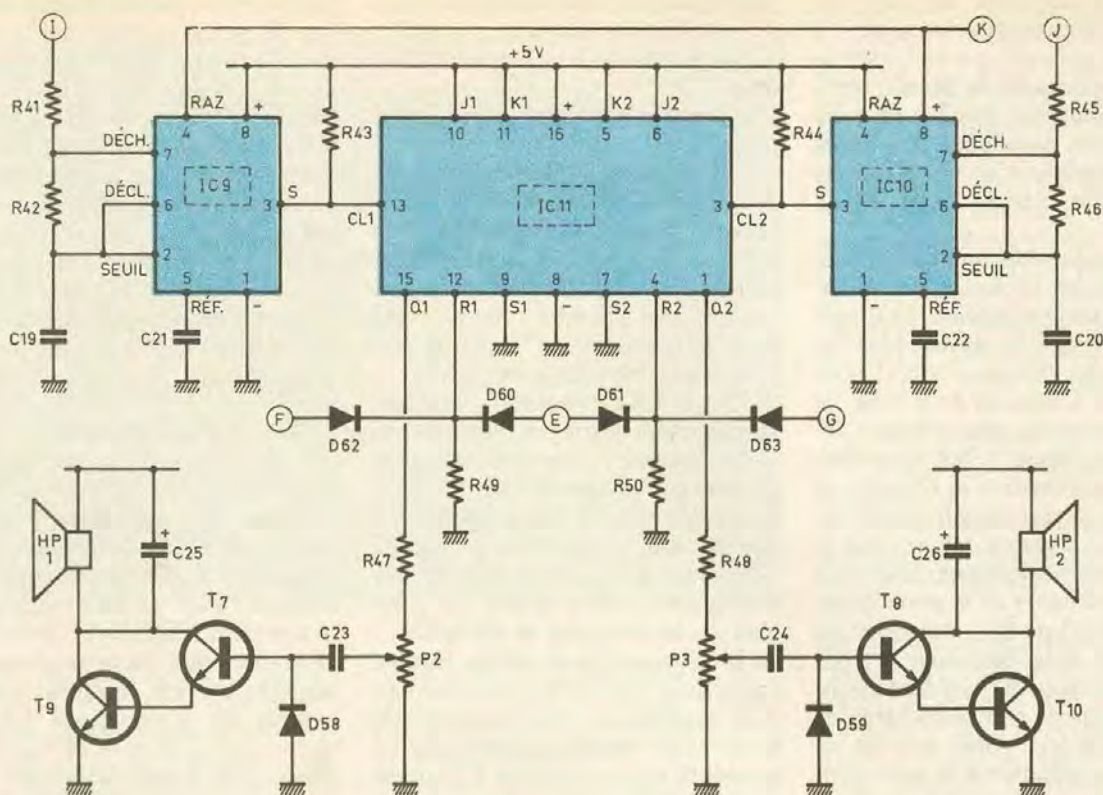

Fig. 7 Génération du son.
j) Génération du son (fig. 7)
k) Amplification (fig. 7)